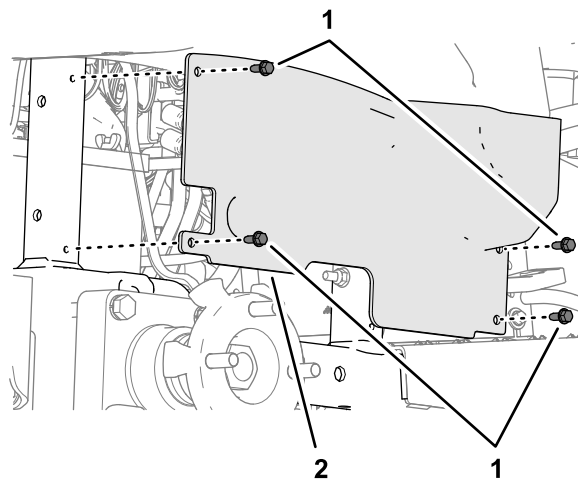

Bild 31
3. Entfernen Sie die beiden Bundkopfschrauben ($\frac{1}{4}'' \times \frac{5}{8}''$), mit denen die Radkastenverkleidung am Rahmen der Maschine befestigt ist (**Bild 31**).
6. Richten Sie die Löcher in der Radkastenabdeckung mit den Löchern im Rahmen der Maschine (Bild 31) aus und befestigen Sie die Abdeckung am Rahmen mit 4 Bundkopfschrauben ($\frac{1}{4}'' \times \frac{5}{8}''$), die Sie im Schritt 3 entfernt haben.